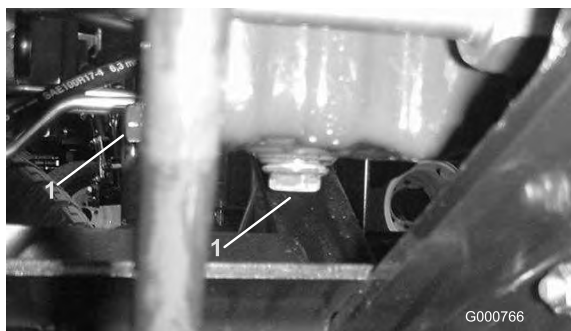

Figura 55
1. Togliete il tappo di spurgo (Figura 55) e lasciate defluire l'olio in una bacinella. Quando l'olio cessa di defluire, rimontate il tappo.